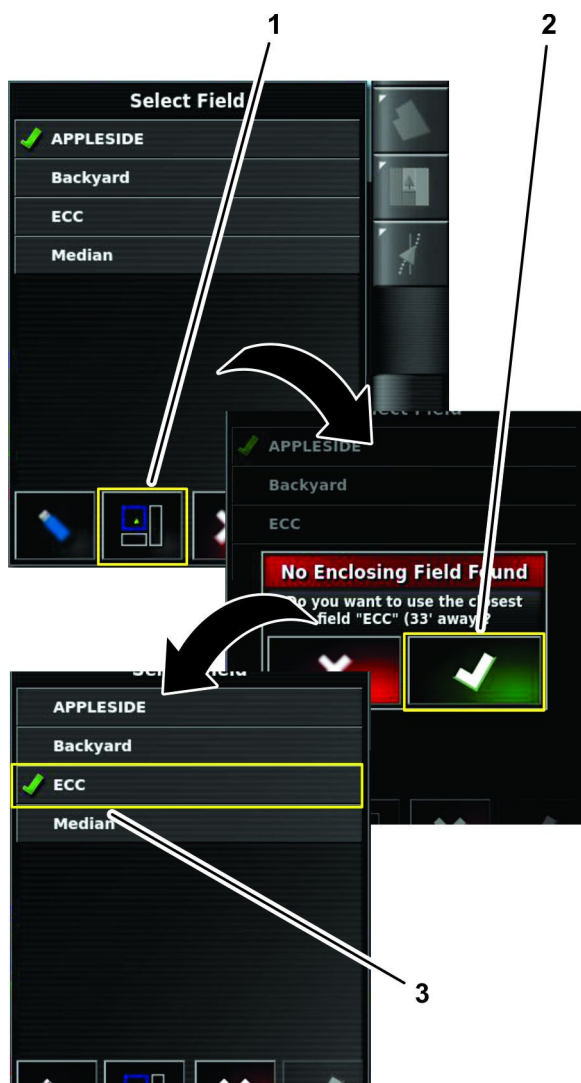

Figura 37
1. En la lista Seleccionar parcela, pulse el icono Perímetro de parcela GPS más próxima (Figura 37).
2. Pulse el Icono Confirmar (Figura 37).